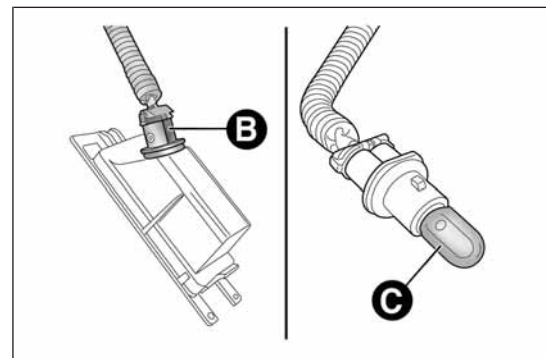

fig. 142
- ☐ girar hacia la derecha el portalámparas B fig. 142, extraer la lámpara C y sustituirla.